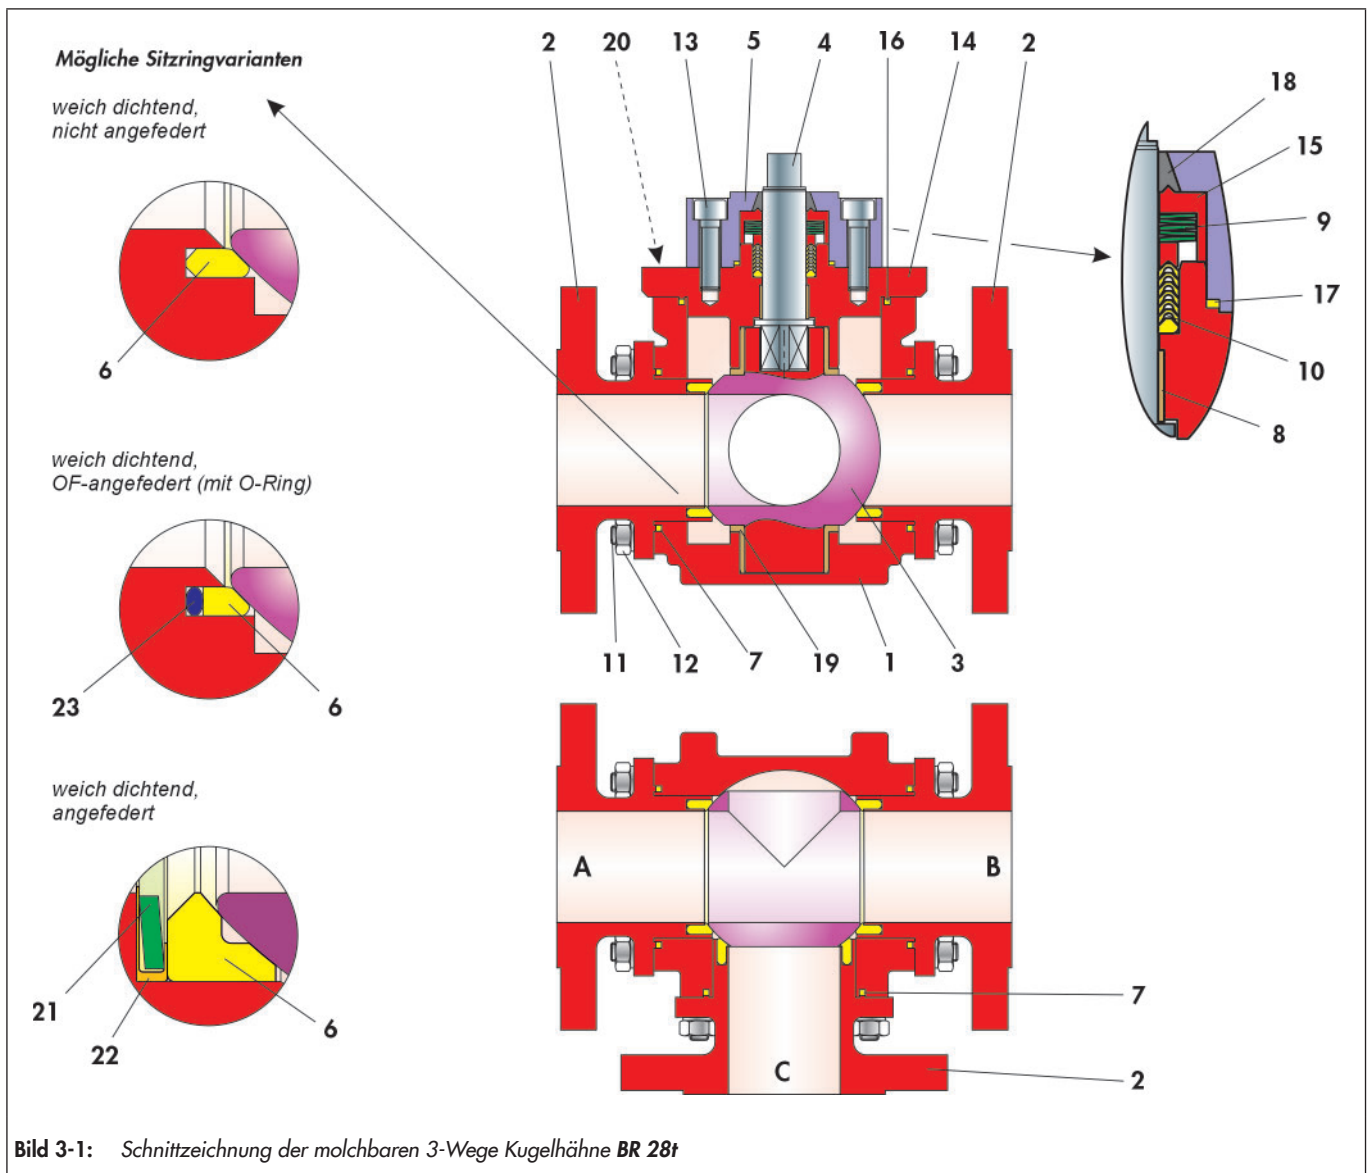

Bild 3-1: Schnittzeichnung der molchbaren 3-Wege Kugelhähne BR 28t
Die in Bild 3-1 dargestellte Lage und Anordnung der Einzelteile ist bei der Montage einzuhalten.
- Abhängig von der Ausführung können Stiftschrauben (11) mit Muttern (12) oder Schrauben (11) verbaut sein
- ⇒ Untere Lagerbuchse (19) in das Grundgehäuse (1) eindrücken. Ausrichtung der Lagerbuchse vgl. Bild 3-1.
- ⇒ Lagerzapfen der Kugel (3) leicht einfetten.
- ⇒ Kugel (3) vorsichtig in das Grundgehäuse einsetzen. Dabei den unteren Lagerzapfen der Kugel in die Lagerbuchse (19) im Grundgehäuse einführen.
- ⇒ Lagerbuchse (8) mit einer leichten Drehbewegung auf die Schaltwelle (4) schieben.
- ⇒ Schaltwelle (4) von innen durch die Schaltwelledurchführung in die Packungsbuchse (14) einschieben.
- ⇒ Dichtfläche der Schaltwelle (4) nicht beschädigen.
- ⇒ Darauf achten, dass die Lagerbuchse (8) mit der Schaltwelle (4) beim positionieren in der Packungsbuchse nicht verkannten.
- ⇒ Dachmanschettenpackung (10) mit einer leicht drehenden Bewegung über die montierte Schaltwelle (4) schieben und in die Packungsaufnahme der Packungsbuchse (14) einlegen. Anordnung der V-Ringe vgl. Bild 3-1.
- ⇒ Tellerfedersatz (9) über die Schaltwelle (4) bis auf die Dachmanschettenpackung (10) legen. Anordnung der Tellerfedern vgl. Bild 3-1.
- ⇒ Buchse (15) über die Schaltwelle (4) bis auf die Tellerfedern (9) legen.
- ⇒ Ring (18) in den Stopfbuchsflansch (5) eindrücken.
- ⇒ O-Ring (17) in den Stopfbuchsflansch (5) einlegen.
- ⇒ Stopfbuchsflansch (5) über die Schaltwelle auf die Packungsbuchse (14) aufsetzen.
- ⇒ Schrauben (13) leicht einfetten.
- ⇒ Stopfbuchsflansch mit den Schrauben (13) justieren.